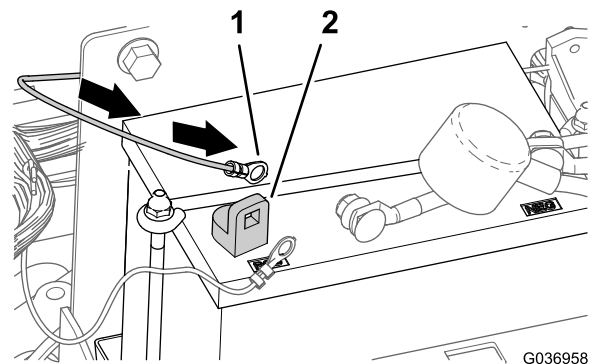

Figura 27
2. Encaminhe a cablagem com o terminal de anel para o borne positivo da bateria (Figura 27).